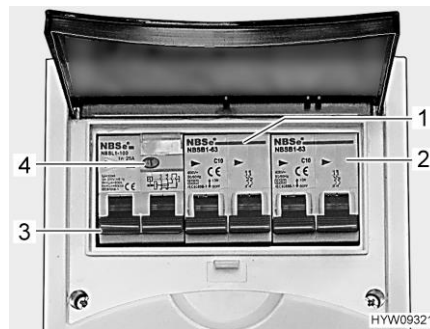

Bild 74 Leitungsschutzschalter und FI-Schalter (230-V-Sicherungskasten)
Ein Fehlerstrom-Schutzschalter (FI-Schalter) (Bild 74,3) im Sicherungskasten sichert das gesamte Fahrzeug gegen Fehlerstrom (30 mA) ab.
Der nachgeschaltete Leitungsschutzschalter (10 A) (Bild 74,1) sichert die 230-V-Steckdosen, den Elektroblok, das Zusatz-Ladegerät und den Kühlschrank ab.
Bei Fahrzeugen mit Sonderausstattung, z. B. Dachklimaanlage, sichert ein zusätzlicher Leitungsschutzschalter (16 A) (Bild 74,2) das Gerät ab.
- Wenn das Fahrzeug an die 230-V-Versorgung angeschlossen ist, die Prüftaste (Bild 74,4) drücken. Der Fehlerstromschutzschalter (FI) muss auslösen.